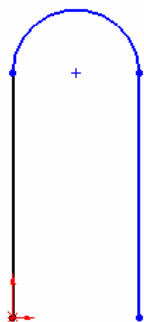

图 5-128 绘制的草图
① 启动 SolidWorks 2010，选择菜单栏中的“文件”→“新建”命令，或者单击“标准”工具栏中的“新建”按钮，创建一个新的零件文件。
② 绘制支撑架草图。在左侧的“FeatureMannger 设计树”中用鼠标选择“前视基准面”作为绘制图形的基准面。单击“草图”工具栏中的“直线”图标，绘制两条直线，然后单击“3 点圆弧”图标，绘制一个圆弧，结果如图 5-128 所示。
在“轮廓”一栏中,用鼠标选择图 5-130 中的矩形;在“路径”一栏中用鼠标选择图 5-128 的图形。按照图示进行设置后,单击对话框中的“确定”图标,结果如图 5-132 所示。